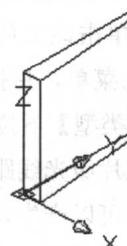

图 2-4 绘制垫圈主体
(5) 变换显示视图。将得到的拉伸实体转到东南等轴测视图中显示, 结果如图 2-4 所示。